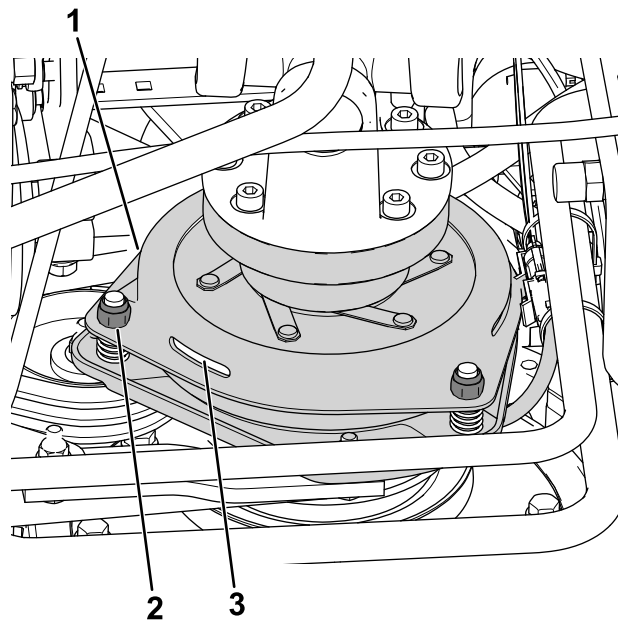

Figure 76
- Réglez l'entrefer de façon à pouvoir passer une jauge d'épaisseur de 0,3 mm (0,012 po) entre la garniture d'embrayage et la plaque de frottement en poussant légèrement (Figure 76).
Remarque: Pour diminuer l'entrefer, tournez les écrous de réglage dans le sens horaire (Figure 76). L'entrefer ne doit pas dépasser 0,6 mm (0,024 po). Réglez les 3 entrefers à 0,4 mm (0,012 po).